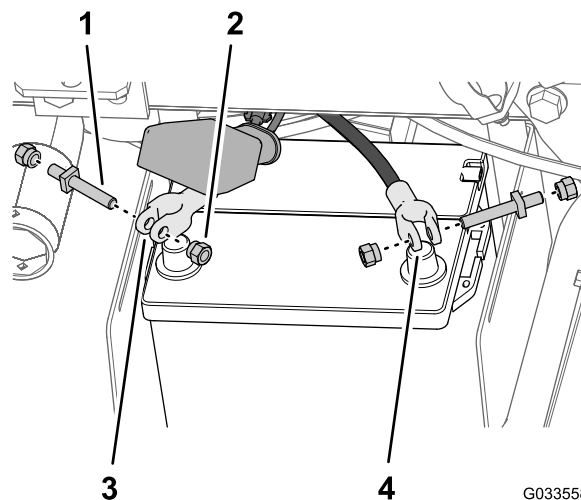

Figura 28
5. Monte sem apertar um parafuso terminal e uma porca de fixação nas abraçadeiras dos cabos positivo e negativo da bateria (Figura 28).